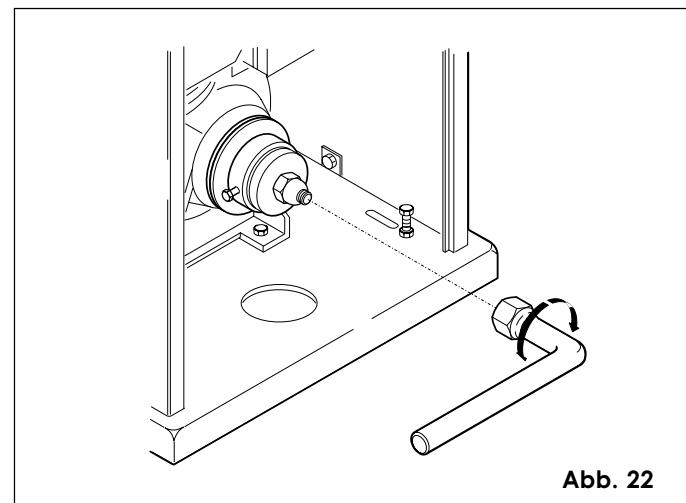

Abb. 22
- Die selbstsperrende Mutter gem. Abb. 22 bis zum Ausrücken der Kupplung mit dem beigestellten Schlüssel losdrehen.
- Den in Abb. 22 gezeigten Entriegelungsknopf manuell bis zum Anschlag festdrehen.